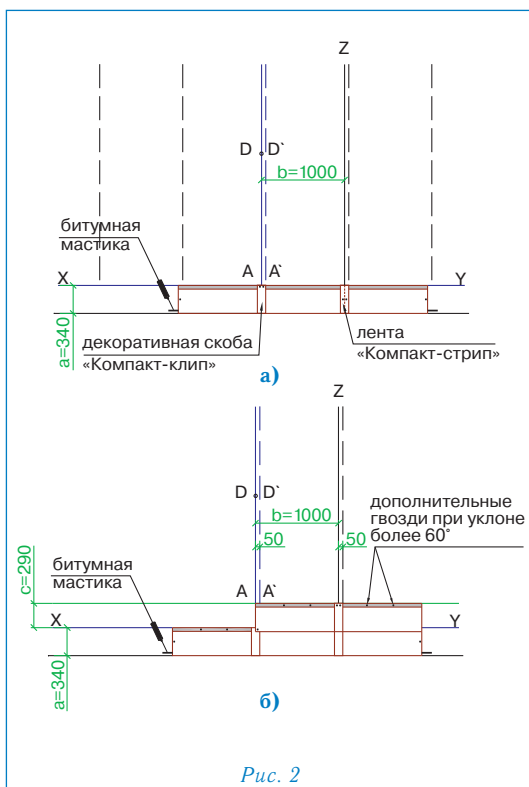

Рис. 2
### Укладка материала (рис. 2)
- листы второго ряда черепицы укладываются от линии AD, их нижний край выравнивается по линии, параллельной XY; каждый лист фиксируется двумя гвоздями в 2,5 см от нижней стороны; стыки закрываются декоративными скобами «Компакт-клип», которые также фиксируются двумя гвоздями (рис. 2б);
Для крепления гибкой черепицы ПРЕСТИЖ НОВЫЙ РИМ используются гвозди из нержавеющей стали улучшенного прилегания (ершенные) с гладкими широкими шляпками. Каждый лист ПРЕСТИЖ НОВЫЙ РИМ закрепляется четырьмя гвоздями, в соответствии с рекомендациями, приведенными выше (рис. 2б).
При укладке материала на скатах с уклоном более 60° каждый лист дополнительно фиксируется двумя гвоздями в верхней части (рис. 2б).